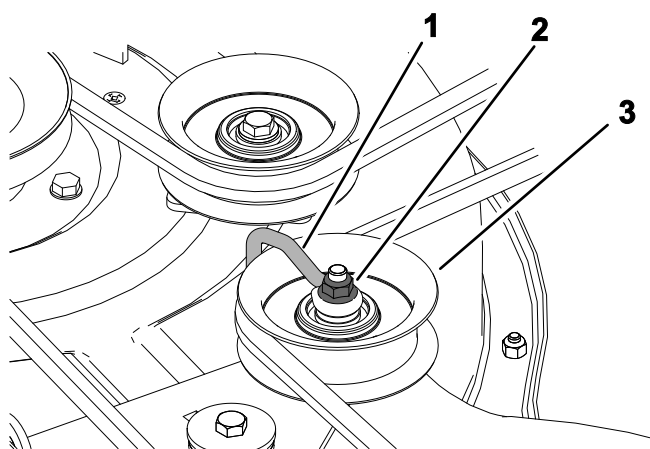

Figure 56
6. Sur les plateaux emboutis, desserrez l'écrou qui fixe le fil métallique à la poulie de tension (Figure 56).
Remarque: Placez le fil métallique contre le bras de la poulie de tension, comme montré à la Figure 56.